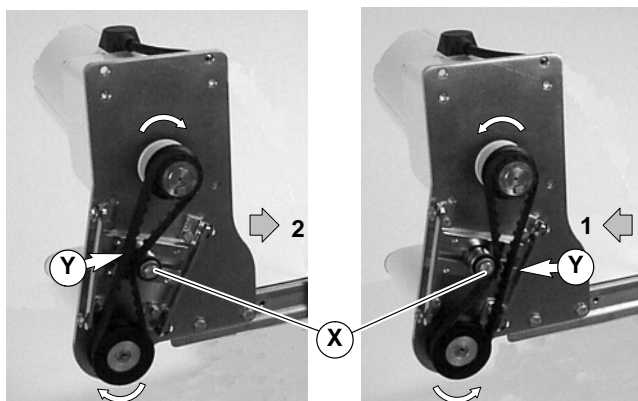

Abbildung 16
5. Je nach Laufrichtung des Fördergurtes (Richtung 1 oder 2) Lage der Zahnriemen-Spannvorrichtung wie gezeigt positionieren (X siehe Abbildung 16). Zahnriemen so spannen, bis eine Durchbiegung von 3 mm bei einer Kraft von 0,5 kg am mittleren Punkt (Y) des Zahnriemens erreicht ist. Die Spannschraube mit 10,4 Nm festziehen.